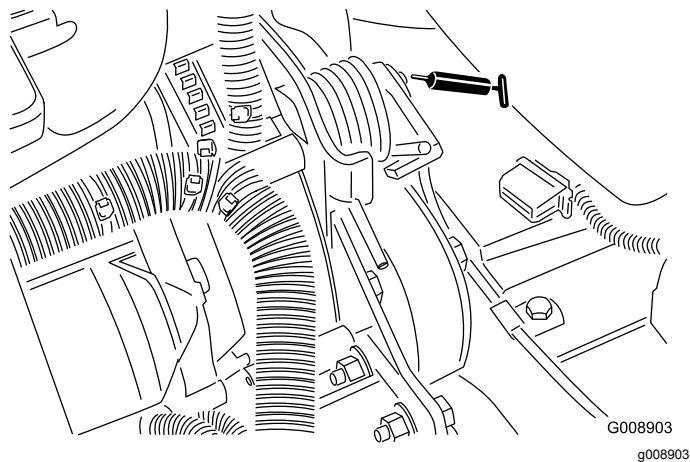

Figura 41
- Pivote de tensión de la correa (Figura 41)